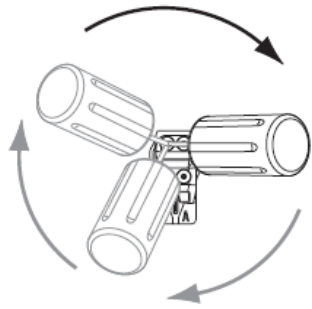

Figura 1. Cacciavite inclinato di 20° - 30° dalla posizione perpendicolare.
A. Da una posizione perpendicolare, inclinare il cacciavite di 20° - 30° dall'asse centrale verticale della vite (Figura 1).